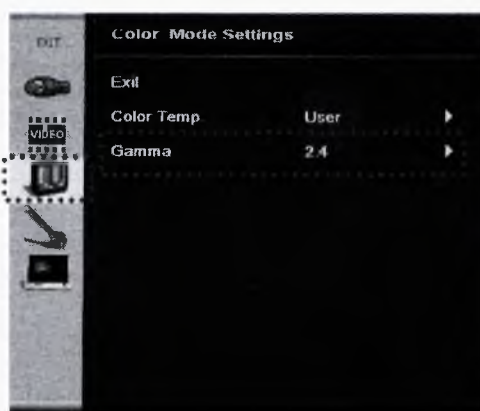

Рисунок 168
- выберите **Гамма** и установите «2.4» (см. рисунок 168).